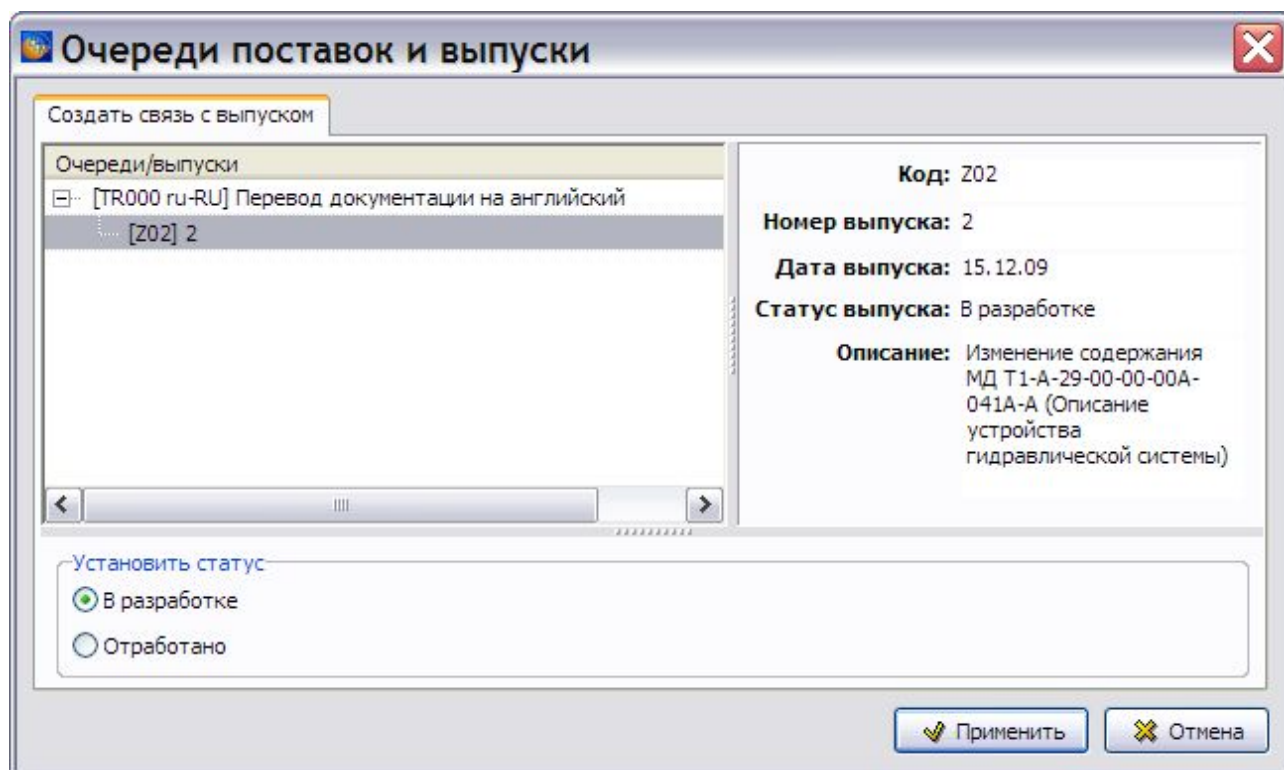

Рис. 11.26
9. В окне **Редактор публикаций** выберите пункт меню **Информационный набор**, а в нем – **Связать с выпуском...**. В появившемся окне **Очереди поставок и выпуски** отображается очередь поставки и выпуск, с которым у публикации была установлена связь (Рис. 11.26).